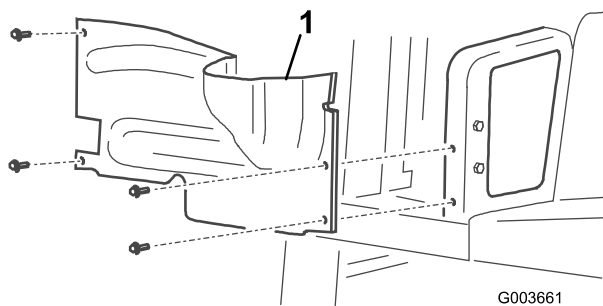

図 2
4. 右側ホイール・シュラウドをフレームに固定している4本のボルトを外し、シュラウドを取り外す (図 2)。